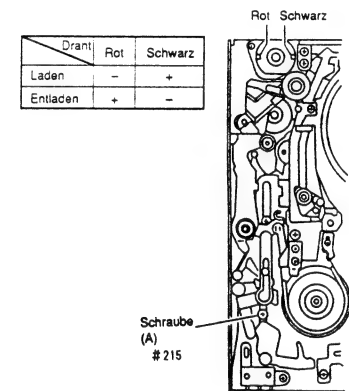
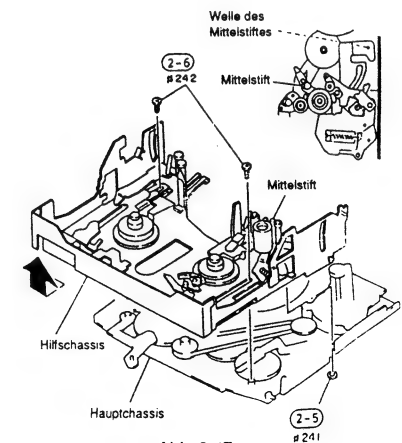

Abb. 2-46
Abb. 2-47
(2) Hilfschassiseinheit
- 3) Eine Gleichspannung von 3 V an den Lademotor (CN904) anlegen, so daß das Hilfschassis den Ladevorgang ausführt, bis die Schraube (A), mit der das Hilfschassis gehalten wird, gesehen werden kann. Wenn die Schraube (A) gesehen werden kann, die Gleichspannung von 3 V von dem Lademotor abtrennen und das Laden stoppen (siehe Abb. 2-46).
- 4) Die Schraube (A) entfernen und eine Gleichspannung von 3 V an den Lademotor anlegen, und zwar umgekehrt zu Schritt 3), um das Hilfschassis auf den Auswurfstatus zu schalten.
- 5) Eine (1) Scheibe entfernen, mit welcher der Mittelstift festgehalten wird (siehe Abb. 2-47).
- 6) Zwe (2) Befestigungsschrauben des Hilfschassis entfernen.